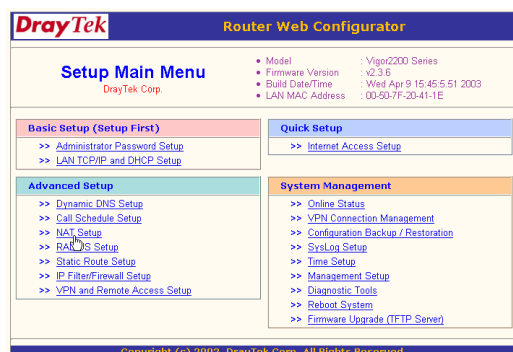

Figure 5 : : Setup du NAT
- Sélectionner le menu 'NAT setup' (figure 5)